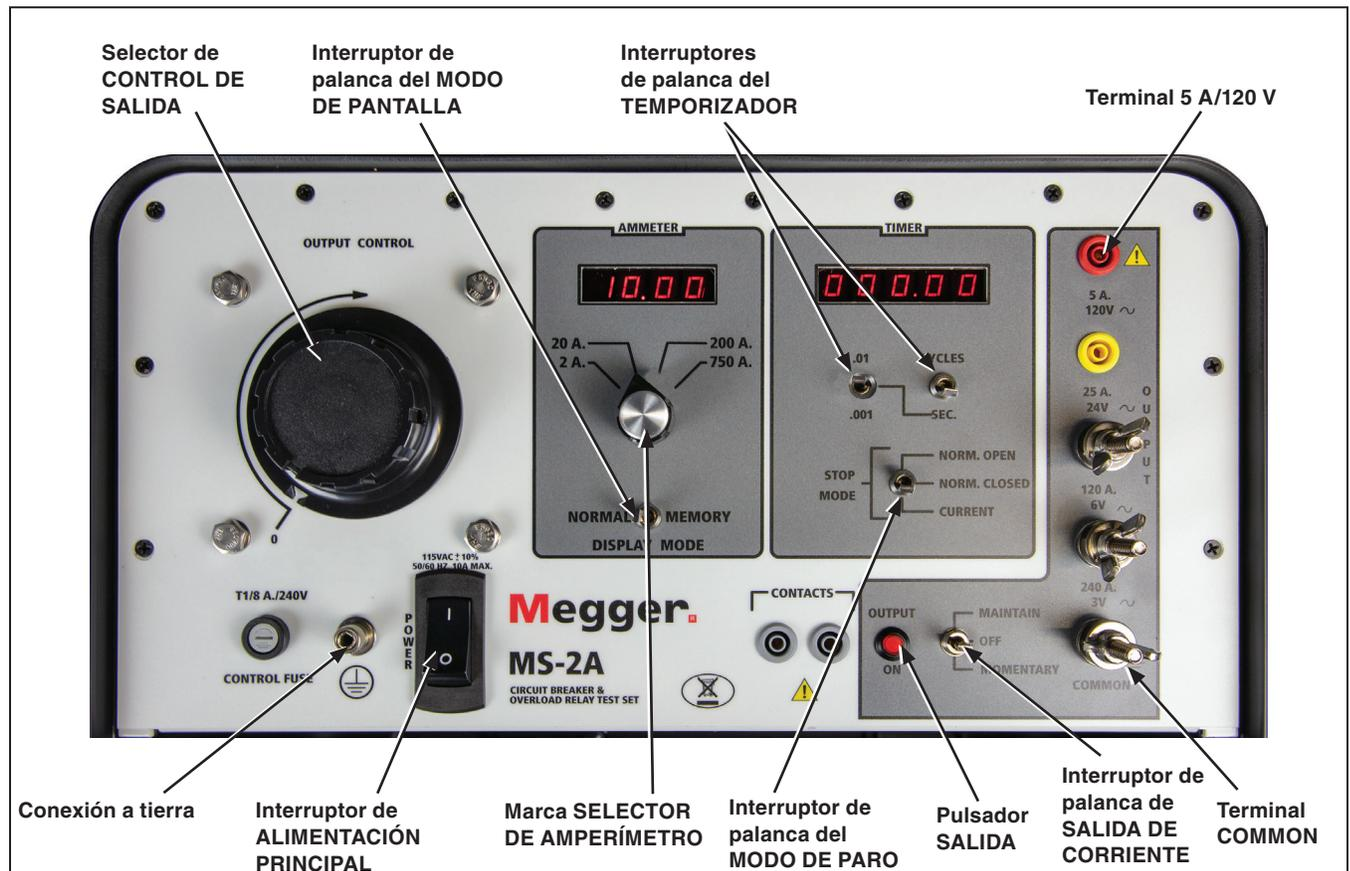

Figura 9. Placa frontal del set de prueba Megger MS-2A.●
**PASO 3.** Mueva el interruptor de palanca de SALIDA DE CORRIENTE al ajuste **Momentáneo**. Oprima el botón de SALIDA en el set de prueba MS-2A hasta que el reconectador TripSaver II se dispare. Se oirá un clic audible. Este es el Disparo Inicial. Suelte el interruptor tan pronto como escuche que el reconectador TripSaver II se cierra. Se oirá otro clic audible. Repita tres veces para la Prueba 1, Prueba 2 y Prueba 3, hasta que el reconectador TripSaver II se abra y se desenganche. Ver Figura 9 en la página 11 y Figura 10.